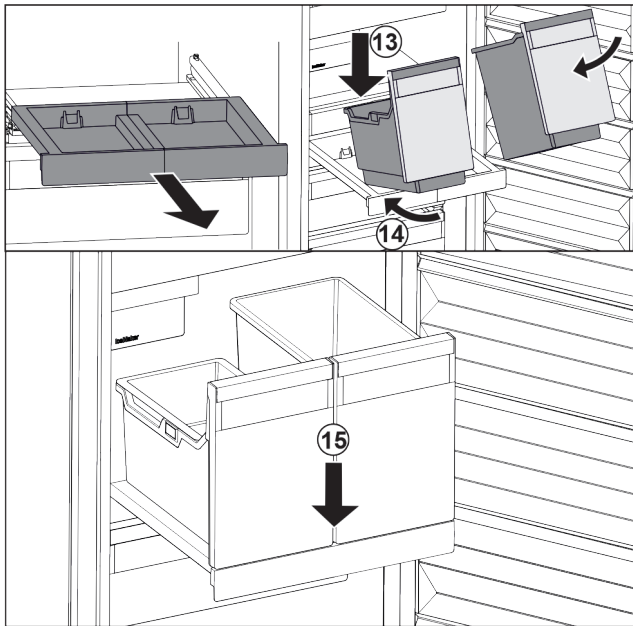

Fig. 129
- ▶ Placer les bacs sur le compartiment coulissant en les inclinant. Fig. 129 (13)
- ▶ Pousser les bacs jusqu'au fond en les inclinant. Fig. 129 (14)
- ▶ Déposer les bacs par l'avant. Fig. 129 (15)